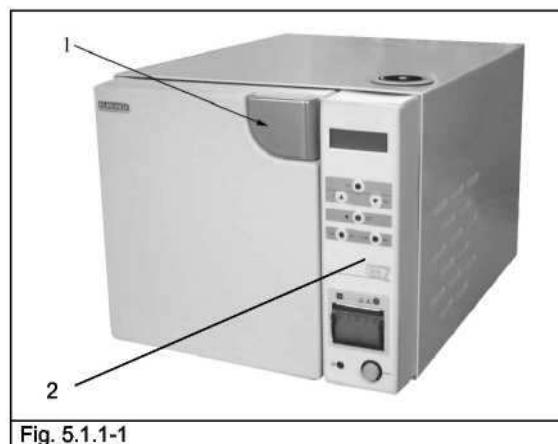

Fig. 5.1.1-1
Панель управления (2 на Fig. 5.1.1-1) на которой расположены сигнальные элементы, принтер и кнопки управления. Предназначение органов управления описано в части. 7.1 " Панель управления"
Ручка (1) для открывания двери (Fig. 5.1.1-1). Блокирующий механизм расположен внутри дверцы.